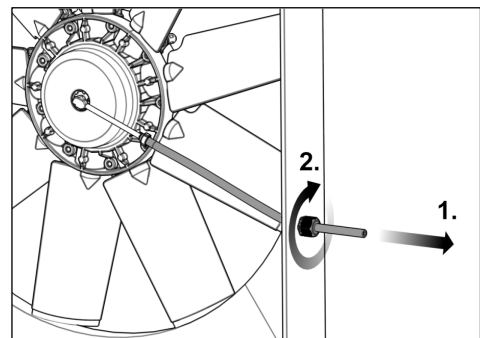

Fig. 31
- 24) Span de drukslang (zie Fig. 31 stap 1) zo aan dat de luchtinlaatcombinatie iets kan draaien (max. 15°).
- 25) Zet de drukslang vast met de trekcontasting (zie Fig. 31 stap 2).